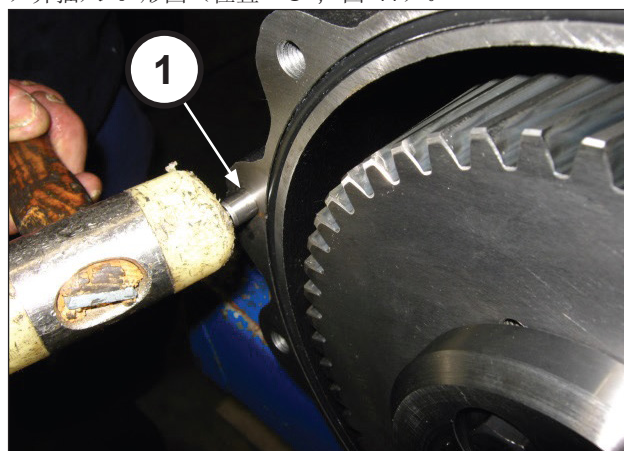
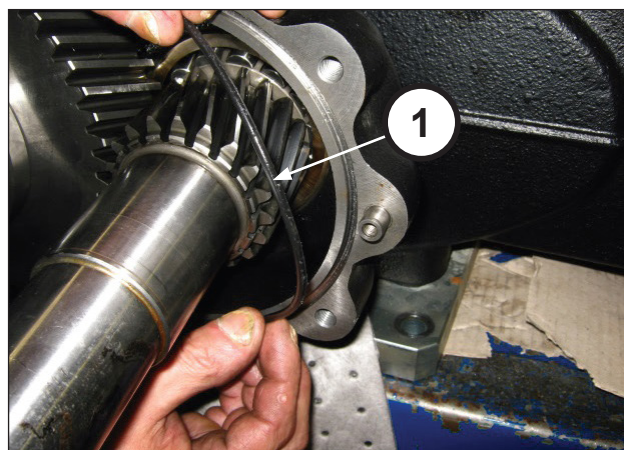

图 76
图 77
将两个销子 $\varnothing 10 \times 24$ 安装到减速齿轮箱（位置 ①，图 76）并插入 O 形圈（位置 ①，图 77）。